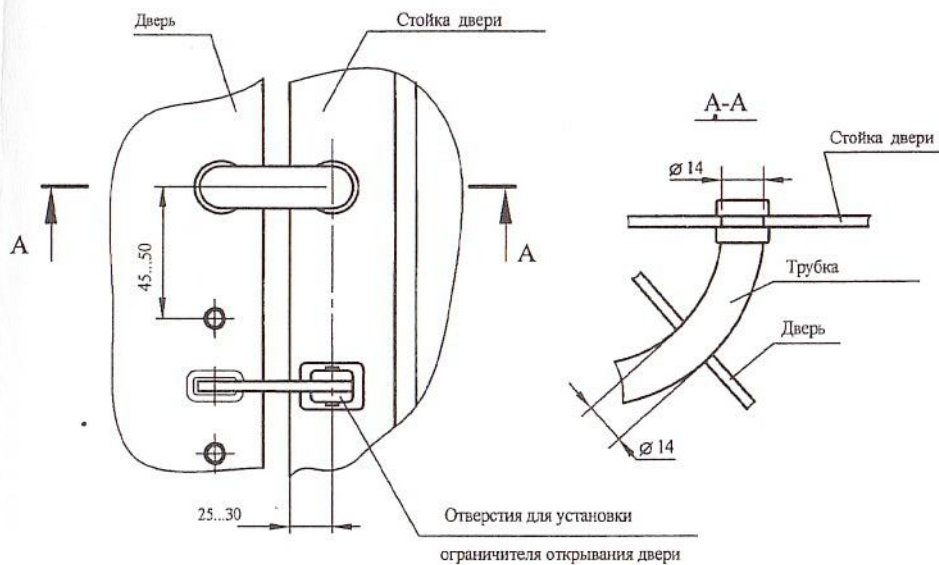

Рис.2
6.6 В случае отсутствия отверстий в стойках дверей и дверях для жгута питания просверлить отверстия диаметром 14мм в соответствии с рис.2 и защитить металл в зоне отверстий нитроэмалью.